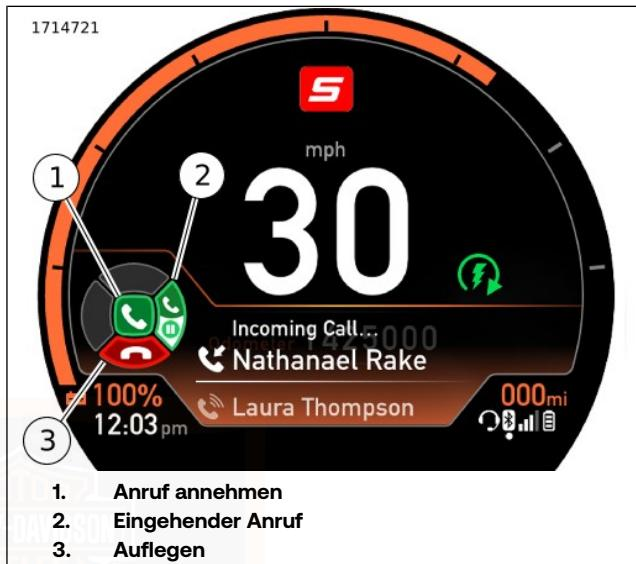

Abbildung 35. Telefon
Siehe Abbildung 35. Der Telefondisplay zeigt den aktuellen Anrufstatus (1), die Anrufer-ID oder Telefonnummer (2) und „Auflegen“ (3) an.
Siehe Abbildung 35. Die Spracherkennung kann verwendet werden, um einen Anruf über IM vorzunehmen.
Siehe Abbildung 35. Bei der Annahme eines Anrufs wird eine Benachrichtigung auf IM angezeigt. Verwenden Sie LHCM, um den Anruf anzunehmen oder abzulehnen.